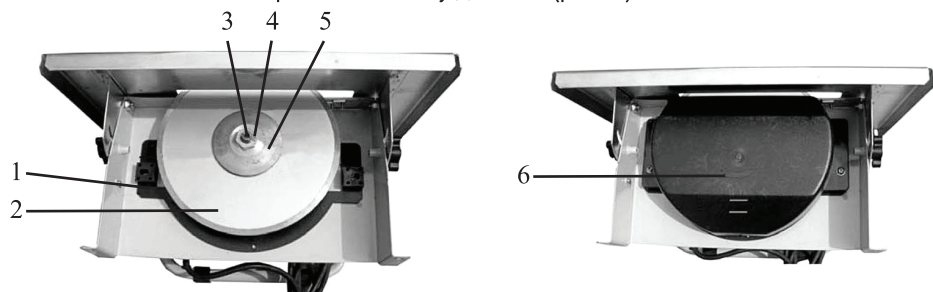
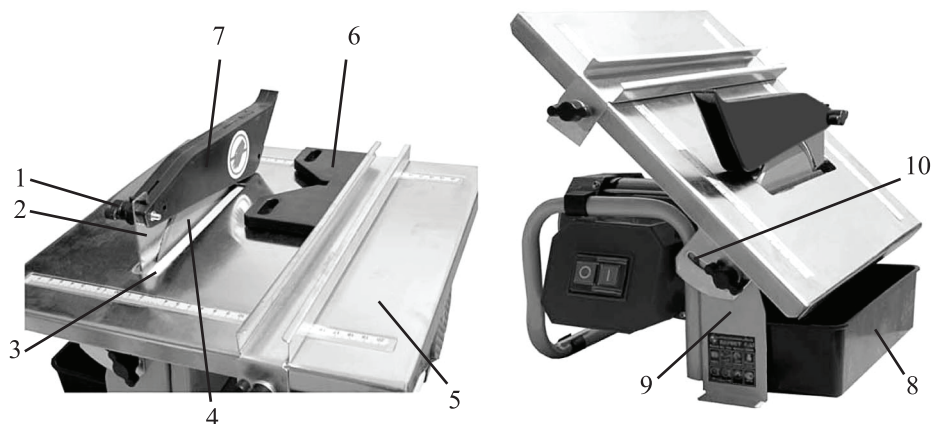

рис. 2
рис. 3
6.2 Установите и закрепите вставку диска 1 (рис. 2)
6.3 Зафиксируйте гаечным ключом шпindelь 3 (рис. 2) а вторым ключом открутите гайку 4 (рис. 2) и снимите фланец 5 (рис. 2)
6.4 Установите отрезной диск 2 (рис. 2), затем установите фланец 5 (рис. 2), удерживая ключом шпindelь плиткореза 3 (рис. 2) затяните гайку 3 (рис. 2). Проверьте фиксацию.
6.5 После монтажа диска установите и закрепите нижний защитный кожух 6 (рис. 2).
6.7 Как показано на рис. 3 на рабочем столе 5 установите и закрепите двумя винтами 3 расклинивающий нож 2.
6.9 Между основанием 9 (рис. 3) и защитным кожухом 6 (рис. 2) установите поддон 8 (рис. 3). В поддон 8 (рис. 3) налейте воды для охлаждения отрезного диска. Следите за уровнем воды по фаскам на защитном кожухе 6 (рис. 2).
7.1.3 Как показано на рис. 3 рабочий стол 5 переведите в наклонное положение. Угол резания можно выставить по шкале 10.
Угловой упор 6 (рис. 3) используется для резания заготовки по диагонали.